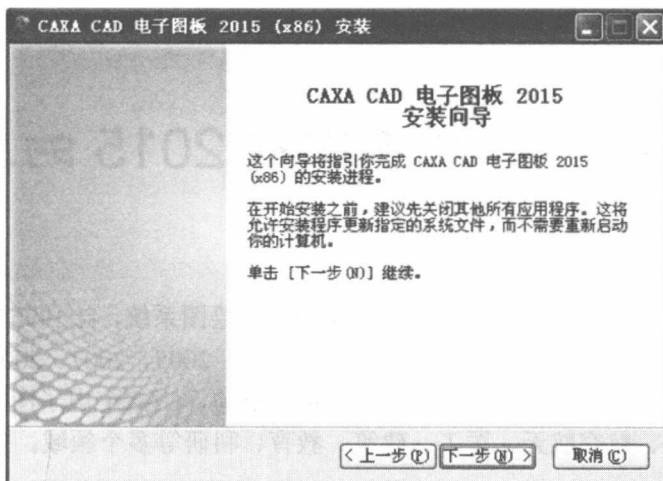

图 1-3 “CAXA CAD 电子图板 2015(x86)安装”向导对话框
(2) 在该对话框中单击“OK”按钮,系统弹出“CAXA CAD 电子图板 2015(x86)安装”向导对话框,如图 1-3 所示。